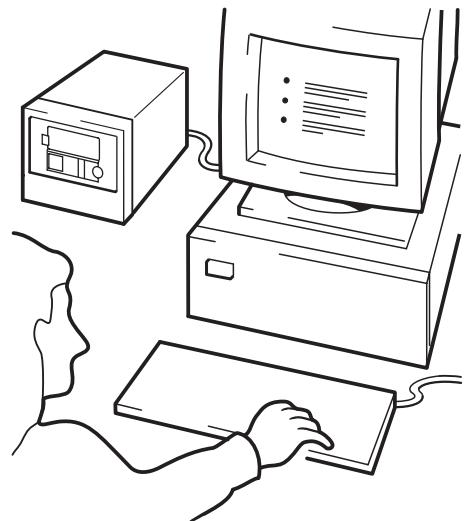

Figure 14d : hp obdr, étape 4
- 4** Pour configurer le système d'exploitation, suivez les instructions qui s'affichent à l'écran (voir figure 14d). Ces instructions varient en fonction du logiciel de sauvegarde. En règle générale, vous pouvez accepter la réponse par défaut pour tous les messages : appuyez simplement sur <Entrée>, par exemple.